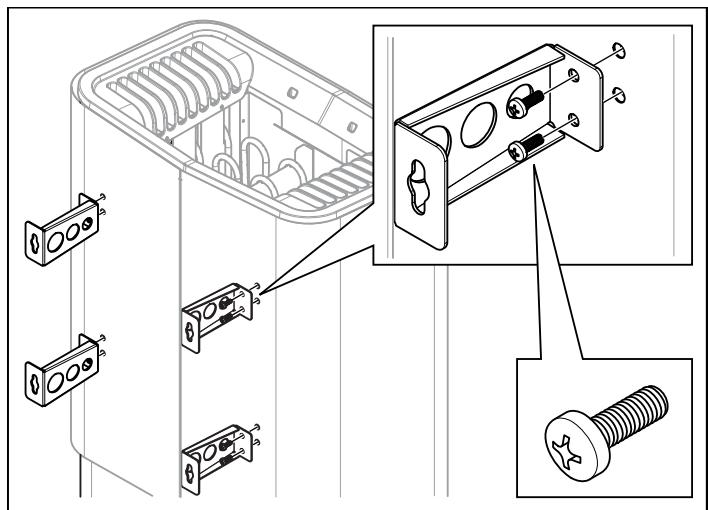

Fig 7: Montera konsolerna på aggregatet
5. Lossa de två första skruvorna på aggregatets baksida och skruva fast en av de fyra konsolerna. Upprepa proceduren tills alla konsolerna sitter på plats se Fig 7, sidan 3.